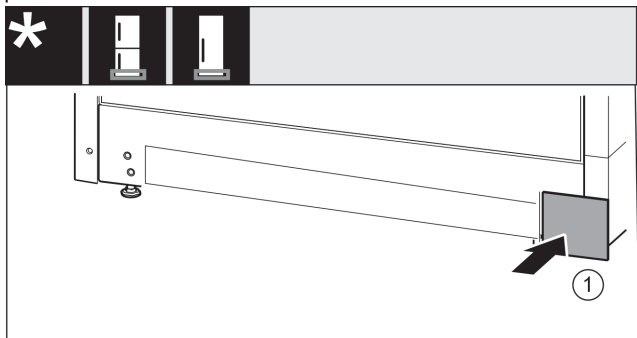

Fig. 37
- Vendosni sërish në vend kapakun mbulues në anën tjetër. Fig. 37 (1)